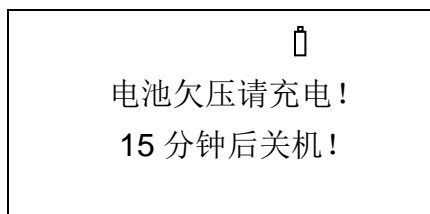

图 3 电池电压不足的界面
开机后，当电池电压不足且未接入外接电源时，读数仪将显示图 3 所示的界面。读数仪将在 15 分钟后自动关机，此时应对读数仪及时充电。
- b) 在电池供电状态下，电池出现欠电压指示，即使对读数仪有键盘操作，读数仪将出现图 3 所示界面并在 15 分钟后自动关机。